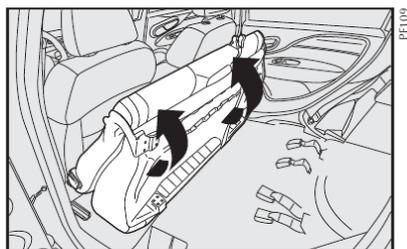

fig. 110
O banco traseiro bipartido em algumas versões, **fig. 110**, permite ampliar apenas parte do porta-malas, tendo a opção de rebater o banco individual ou duplo.
1) Rebater para trás o banco traseiro completo no sentido inverso das setas **fig. 110**.
Em seguida, rebater o banco traseiro inteiro para a frente, conforme as setas, de maneira a obter uma única superfície de carga **fig. 110**.